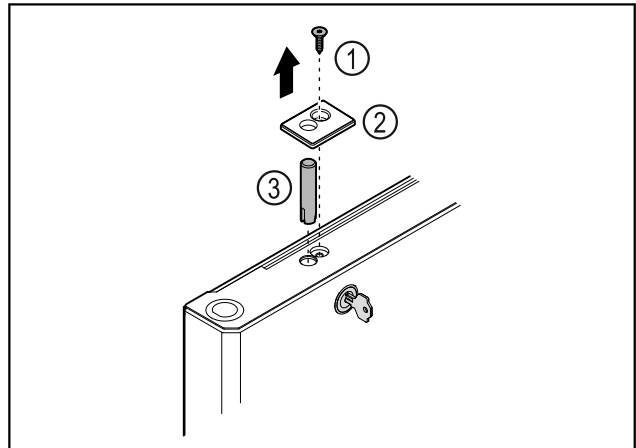

Fig. 38
- ▶ Schroef Fig. 38 (1) verwijderen.
- ▶ Afdekking Fig. 38 (2) met een kleine schroevendraaier losmaken en verwijderen.
- ▶ Slotbout Fig. 38 (3) eruit trekken.